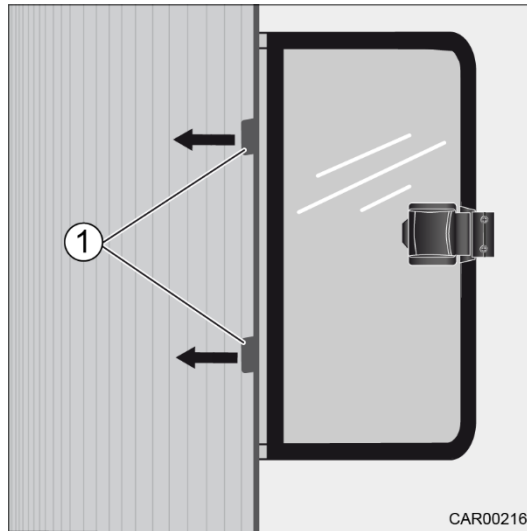

Fig. 95 Store occultant sur la vitre latérale et la portière côté conducteur
1. Ouvrir le store dans le sens de la flèche (←) et le verrouiller au moyen de fermetures à serrage (Fig. 95/1).